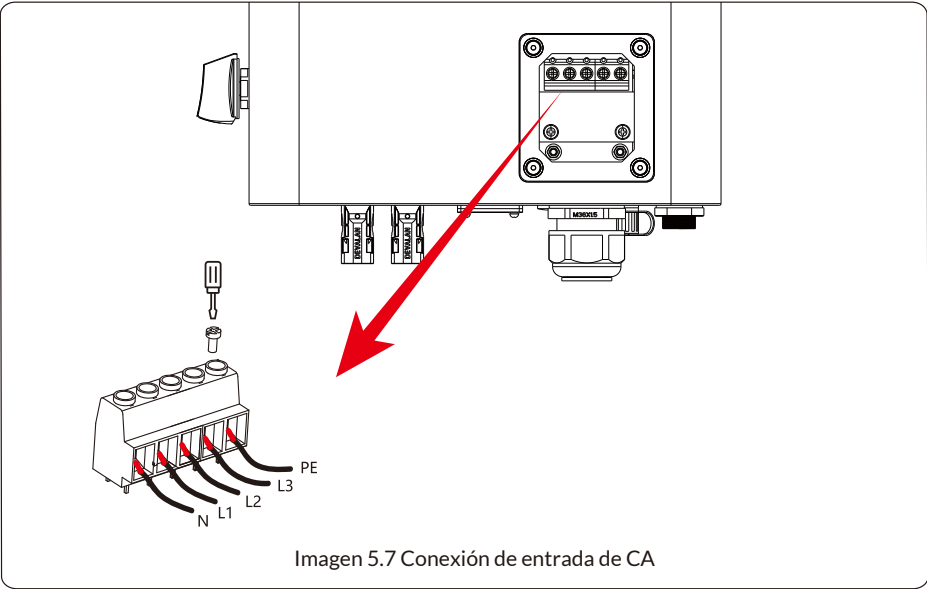

Imagen 5.7 Conexión de entrada de CA
3. Luego, inserte los cables de salida de CA de acuerdo con las polaridades indicadas en el bloque de terminales y apriete el terminal. Asegúrese de conectar también los cables N/L1/L2/L3 y PE correspondientes a los terminales relacionados (como se muestra en la imagen 5.7).